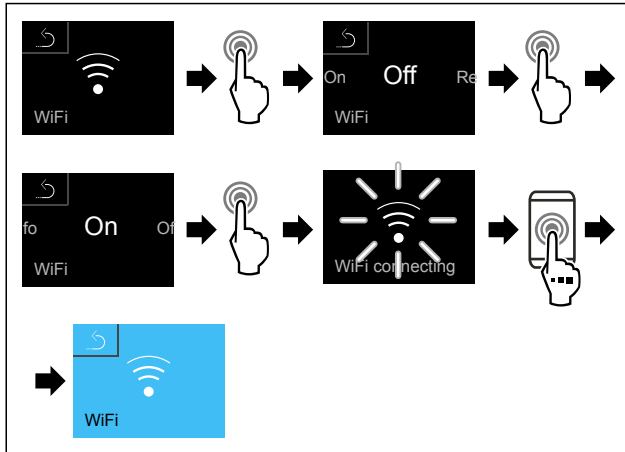

Fig. 96
- ▶ Efectuați pașii de acțiune (vezi Fig. 96).